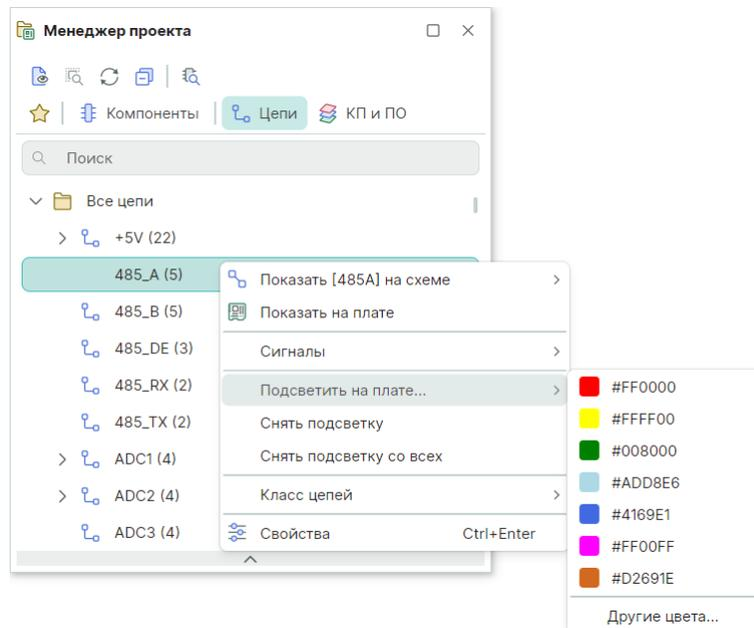

Рис. 482 Включение особого цвета отображения для цепи
1. Выберите цепь в «Менеджере проекта» и воспользуйтесь пунктом контекстного меню «Подсветить на плате», см. Рис. 482.